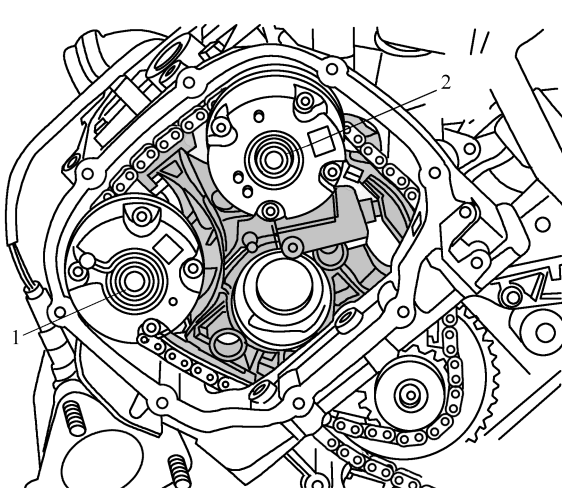

图 1-3-55 旋出左侧凸轮轴调节器的螺栓
(7) 如图 1-3-55 所示, 用颜色笔在左侧凸轮轴正时链的转动方向上做好标记。用工具头 T10035 旋出凸轮轴调节器的螺栓 1 和 2, 拆下两个凸轮轴调节器。
(5) 如图 1-3-55 所示, 更换凸轮轴螺栓。将凸轮轴正时链安装在驱动链轮和凸轮轴调节器上并松松地拧入螺栓 1 和 2。两个凸轮轴调节器必须在凸轮轴